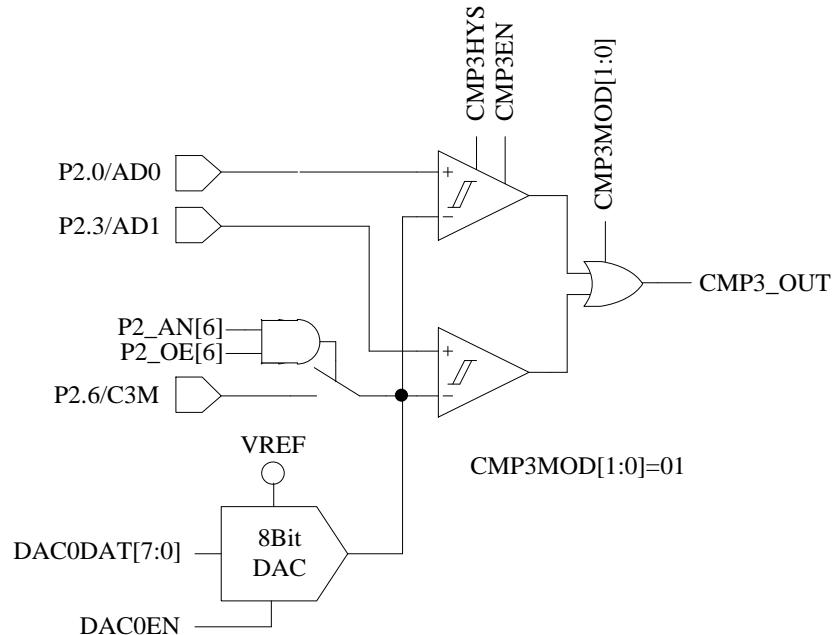

图 30-3 双比较器输入模式
- 配置 $CMP_CR1[CMP3MOD] = 01$ ，CMP3 为双比较器输入模式，具体输入输出端口及接法如图 30-3 所示